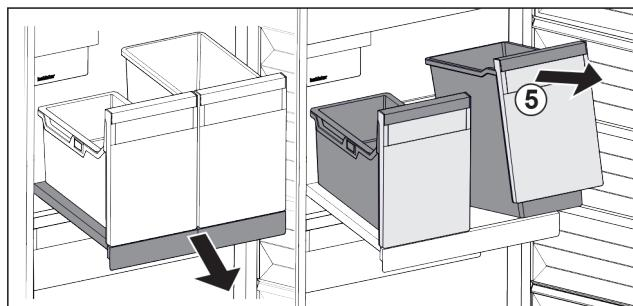

Fig. 18
- ▶ Nadvhynite nádobu Fig. 18 (5) vpred.